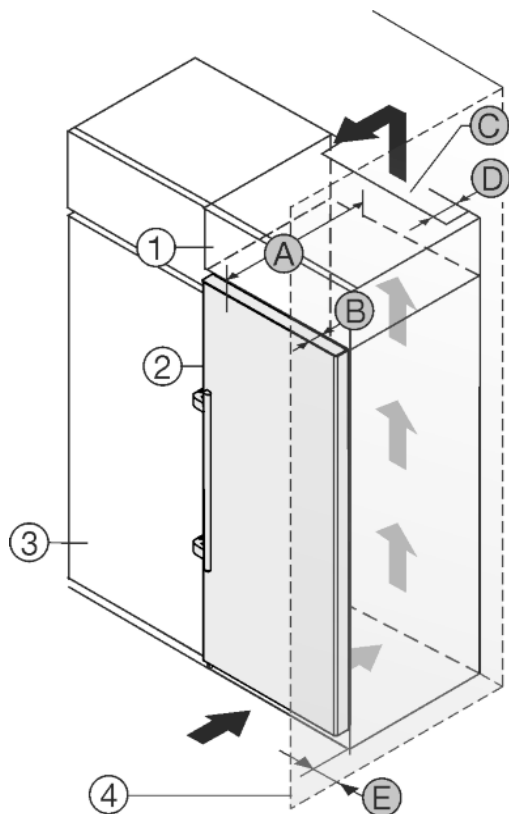

Fig. 8
Het apparaat kan in keukenkasten worden ingebouwd. Om het apparaat *Fig. 8 (2)* aan de hoogte van het keukenblok aan te passen, kan boven het apparaat een opzetkast *Fig. 8 (1)* worden aangebracht.
Het apparaat kan direct naast de keukenkast *Fig. 8 (3)* worden geplaatst. Om de deuren volledig te kunnen openen, moet het apparaat overeenkomstig de diepte *Fig. 8 (B)* t.o.v. het keukenkastfront uitsteken. Afhankelijk van de diepte van de keukenkast en het gebruik van de wandafstandhouders kan het apparaat verder uitsteken.
- Aan de achterzijde van de opzetkast moet een luchtafvoerkanaal met de diepte *Fig. 8 (D)* over de volledige breedte van de opzetkast aanwezig zijn.
- Onder het plafond moet de ventilatiedoorsnede *Fig. 8 (C)* worden aangehouden.
Wanneer het apparaat met de scharnieren naast een wand *Fig. 8 (4)* wordt geplaatst, moet de afstand *Fig. 8 (E)* tussen apparaat en wand worden aangehouden. Dit komt overeen met de uitsteekmaat van de handgreep bij geopende deur.